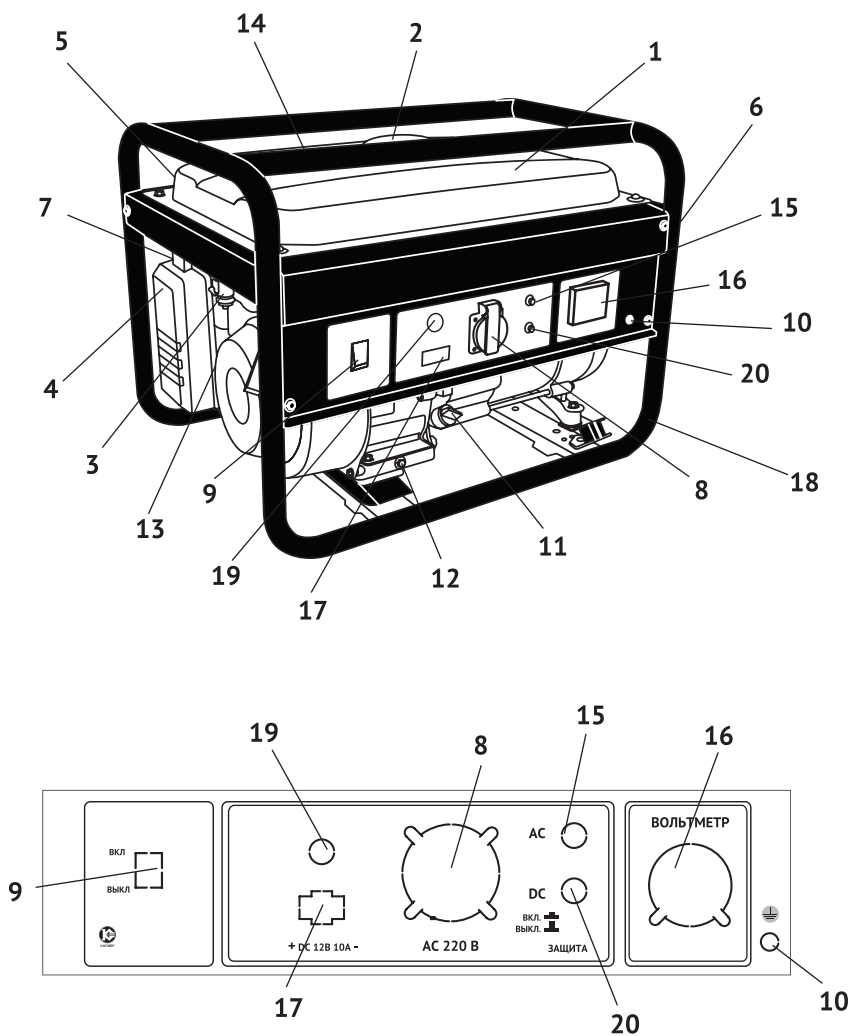

рис. 1
Коленчатый вал, приводимый во вращение возвратно-поступательными движениями поршня двигателя, передаёт крутящий момент на вал якоря генератора. Передача осуществляется через коническое сопряжение ротора генератора и вала двигателя. При этом образуется самоцентрирующаяся трёхопорная схема соединения. С обмоток статора генератора напряжение подводится: через систему стабилизации на розетку переменного тока (рис.1 поз.8); через выпрямительный блок на розетку постоянного тока (рис.1 поз.17).
2.4 Общий вид бензогенератора схематично представлен на рис.1
3.4 Двигатель и генератор закреплены на трубчатой раме (рис.1 поз.18) через амортизаторы, что снижает вибрацию аппарата и уменьшает уровень шума при работе. Все элементы бензогенератора имеют удобный доступ для обслуживания и ремонта.
Электрическая сеть подключения потребителей относится к системе с изолированной нейтралью, предусматривающей защитное заземление открытых токопроводящих частей корпуса. В зависимости от местных условий (состав грунта, его влажность и т.п.) изменяется качество заземления. Во всех случаях защитное заземление должно иметь сопротивление не более 4-х Ом. Во время работы бензогенератора его клемма заземления (рис.1 поз.10) должна быть подсоединена к заземлителю. Практически это требование может быть реализовано следующими способами:
Выкрутите пробку-щуп из маслозаливной горловины (рис.1 поз.11) и залейте в картер масло необходимой марки до нижнего края горловины. Вставьте сухой чистый щуп в горловину картера и выньте его. Проверьте уровень масла: граница смоченной области щупа должна располагаться между отметками минимального и максимального уровней.
5.3.1 Отключить всех потребителей переменного и постоянного тока от генератора. Перевести автоматический выключатель (рис.1 поз.15) в положение «Выкл.».
- перевести выключатель зажигания (рис.1 поз.9) в положение «Вкл.»;
- открыть топливный кран (рис.1 поз.3);
- перевести рычаг управления воздушной заслонкой (рис.1 поз.7) в крайнее левое положение «закрыто» при пуске холодного двигателя (для прогретого двигателя рычаг устанавливается в промежуточном положении);
- резко, с усилием потяните рукоятку стартера (рис.1 поз.13) до упора, повторите действие ещё раз, если двигатель не завёлся.
После прогрева двигателя в течение 10-40 секунд (в зависимости от начальной температуры), перевести рычаг воздушной заслонки (рис.1 поз.7) в крайнее правое положение «открыто».
- перевести выключатель зажигания (рис.1 поз.9) в положение «ВЫКЛ.»;
- закрыть топливный кран (рис.1 поз.3).
- наличие и величина напряжения переменного тока измеряется вольтметром (рис.1 поз.16);